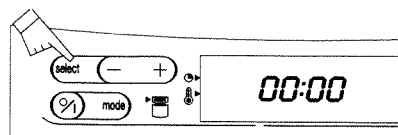

Fig. 3
3. Se necessario modificare la temperatura (per passi di 5°C) premendo il tasto  1 volta (fig. 3) ed i tasti  (fig. 4).